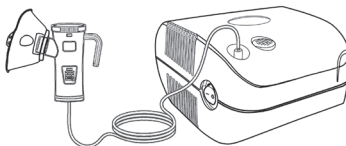

Рисунок 9.
- Присоедините мундштук или маску к патрубку чашки ингалятора (Рисунок 9).